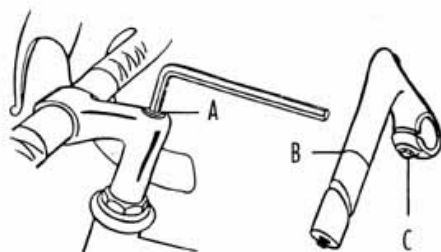

fig. 1
La pression doit être celle indiquée sur l'extérieur du pneumatique. Ces indications sont exprimées en PSI ou en bars, avec, parfois, selon les fabricants, une pression maximum (voir fig. 1, page 18).
*Ajustement de la hauteur du guidon (fig. 1)*
- Desserrer la vis de l'expandeur (A) de 2 tours, dans le sens contraire des aiguilles d'une montre.